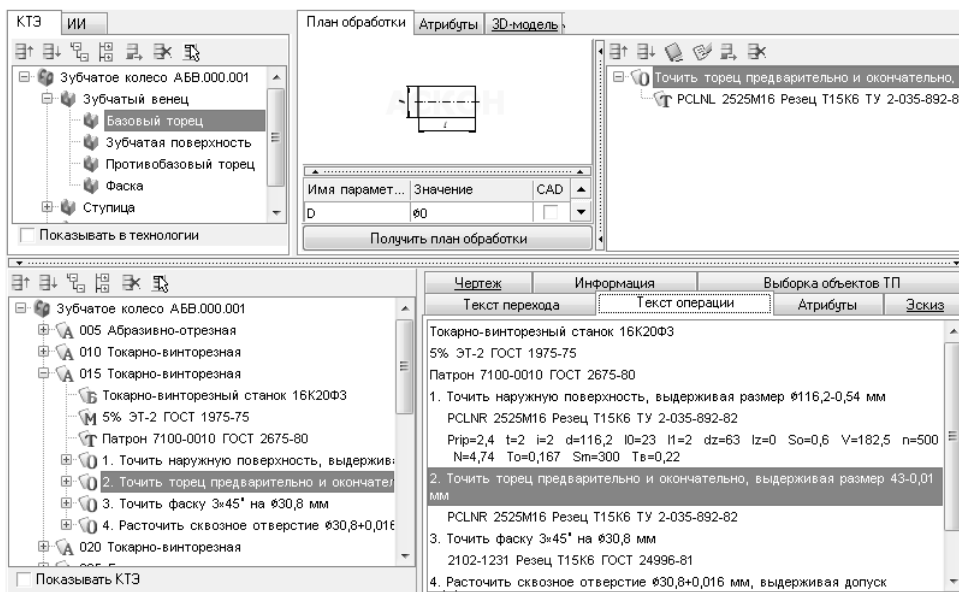

Рис. 8.8.
21. Установите курсор на переходе 2 операции *015 Токарно-винторезная*. Нажмите левую кнопку мыши и, не отпуская ее, перетащите переход на вкладку **План обработки** (рис. 8.8).